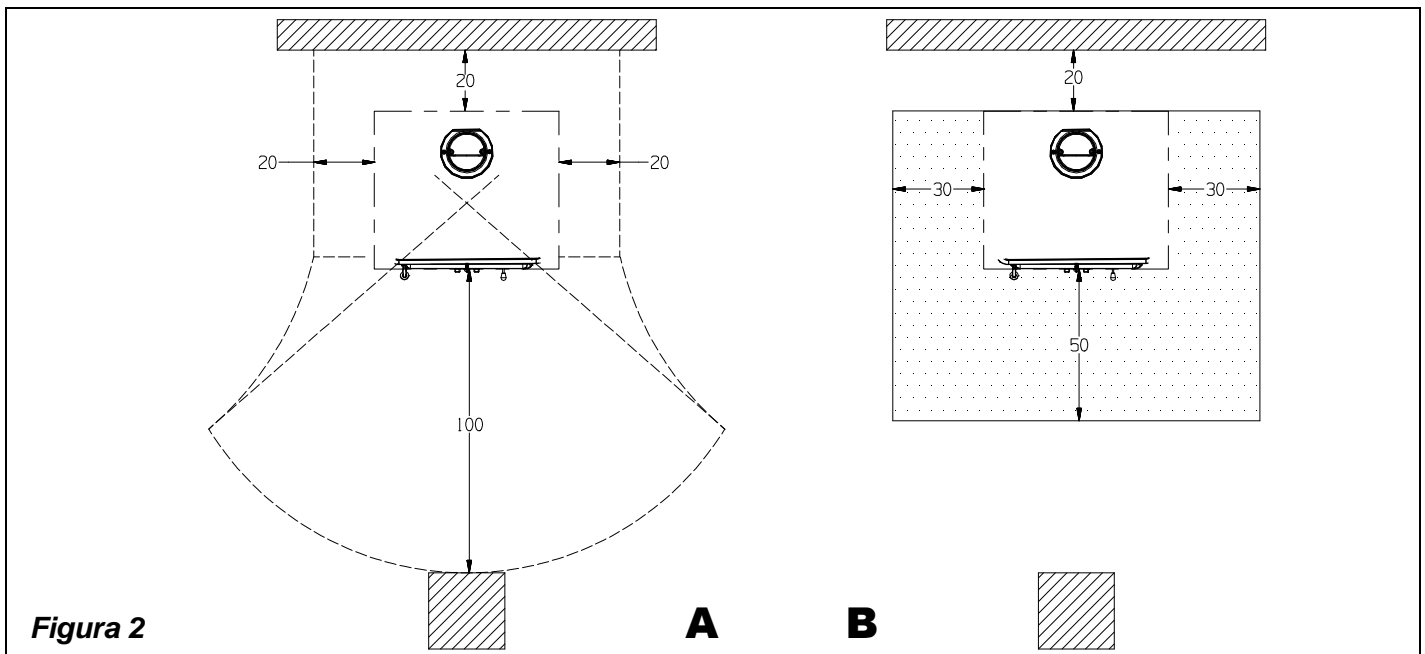

Figura 2
- la distancia mínima desde construcciones y objetos inflamables y sensibles al calor (muebles, revestimientos de madera, telas etc.) debe ser de **20 cm** desde la parte trasera y de ambos lados; con el objetivo de garantizar un aislamiento térmico suficiente (véase Figura 2 **A**).
- si la estufa se instala sobre un pavimento de material inflamable, deberá aplicar sobre este mismo una subcapa ignífuga, por ejemplo una plataforma de acero de dimensiones conformes al reglamento regional. La subcapa debe sobresalir del equipo lateralmente de **30cm** y frontalmente por lo menos de **50 cm** más allá de la apertura de la puerta de carga (véase Figura 2 **B**).